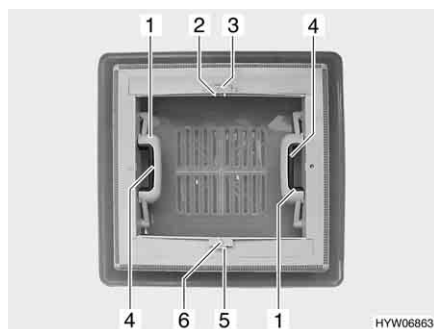

Fig. 22 Oblò a scatto
- Apertura:* ■ Premere la chiusura a scatto (Fig. 22,4) verso l'interno dell'oblò. Premere contemporaneamente verso l'alto l'oblò con la maniglia (Fig. 22,1).
- Chiusura:* ■ Tirare con forza verso il basso le due maniglie (Fig. 22,1) dell'oblò, fino a quando non scattano entrambe le chiusure.
- Chiusura:* ■ Premere l'arresto (Fig. 22,5) verso il lato esterno dell'oblò.
- Tirare l'oscurante a rullo per la maniglia (Fig. 22,6) fino alla maniglia contrapposta della zanzariera a rullo (Fig. 22,2) e farla innestare.
- Apertura:* ■ Serrare la maniglia (Fig. 22,2). L'arresto si sblocca.
- Ricondurre lentamente l'oscurante a rullo accompagnandolo con la maniglia (Fig. 22,6).
- Premere l'arresto (Fig. 22,3) verso il lato esterno dell'oblò.
- Tirare la zanzariera a rullo per la maniglia (Fig. 22,2) fino alla maniglia contrapposta dell'oscurante a rullo (Fig. 22,6) e farla innestare.
- Serrare la maniglia (Fig. 22,2). L'arresto si sblocca.
- Ricondurre lentamente la zanzariera a rullo accompagnandola con la maniglia (Fig. 22,2).